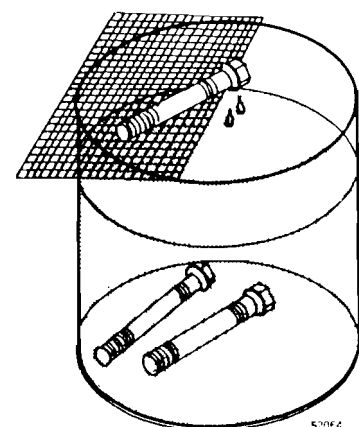

Fig. 63
- 6 Antes de montar los espárragos de la culata, sumergirlos en toda su longitud en líquido protector contra la corrosión, véase fig. 63. Antes de montarlos han de haber dejado de gotear, pues si no fuera así el aceite puede salir por el orificio del tornillo y ser erróneamente interpretado como una fuga.